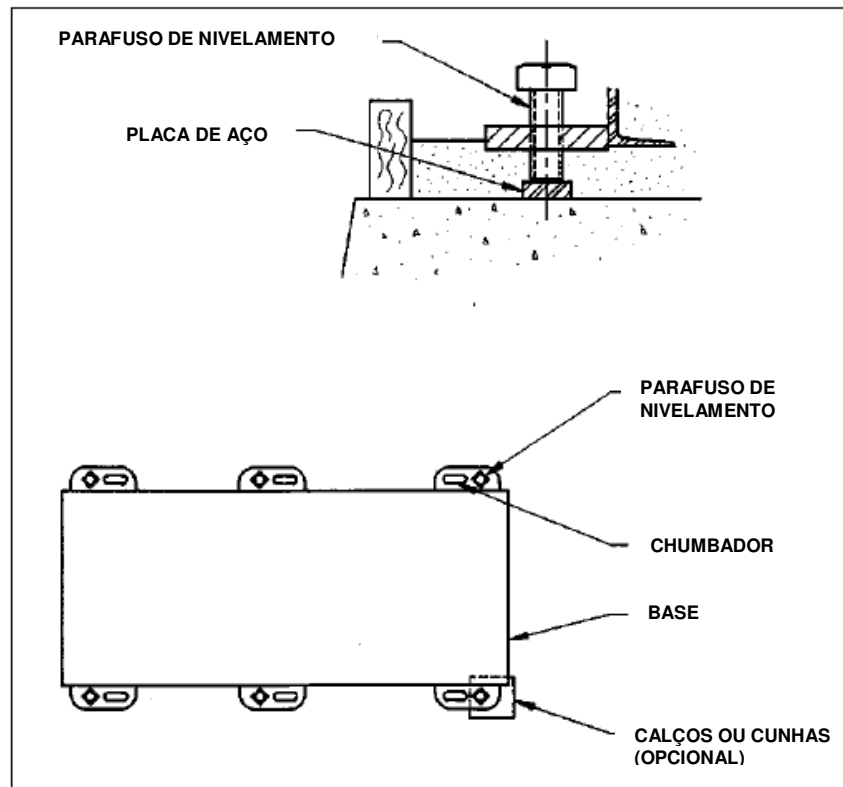

Figura 2
3. Coloque a unidade sobre a fundação com as metades do acoplamento desconectadas. O acoplamento não deve ser reconectado até que as operações de nivelamento estejam completas. Siga o procedimento adequado de alinhamento para seu equipamento após o nivelamento. A base deve ser sustentada por blocos retangulares de metal e calços ou sobre cunhas de metal com uma pequena redução de espessura. Estes pedaços de sustentação devem ser colocados próximos aos parafusos de fundação (Figura 2). Ajuste os suportes ou cunhas de metal até que os eixos da bomba e do acionador estejam nivelados. Verifique as faces de nivelamento e os flanges de descarga e sucção da bomba para verificar a posição horizontal / vertical usando um nível. Corrija as posições se necessário ajustando os suportes sobre a base conforme indicado (Veja a seção sobre instalação em campo do Motor e alinhamento do acoplamento).